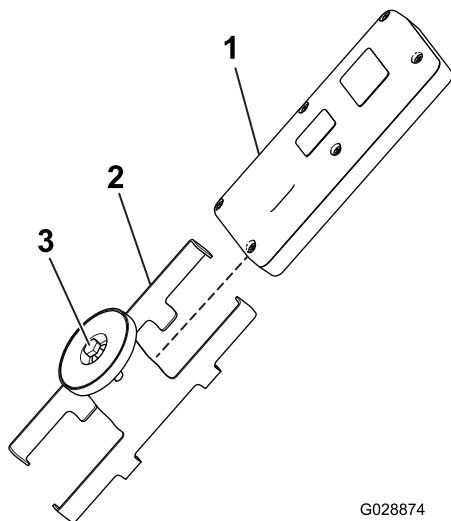

Figura 22
5. Asamblați telecomanda portabilă în suportul magnetic al acesteia, glisați jumătățile suportului împreună i strângeți urubul din magnet (Figura 22).